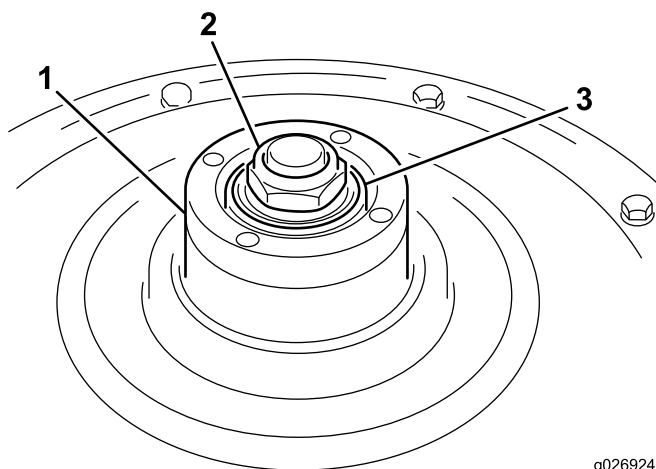

図 13
2. ホイールハブ 図 13を手で回してベアリングの調整具合を点検する。ハブを回転させる時にわずかな抵抗が感じられればよい。まったく抵抗がない場合には、ホイールハブナット 図 13を締めて抵抗を出す。
3. Oリングが破損していないこと、また、ホイールハブの内側にきれいに嵌まっていることを確認する 図 13。